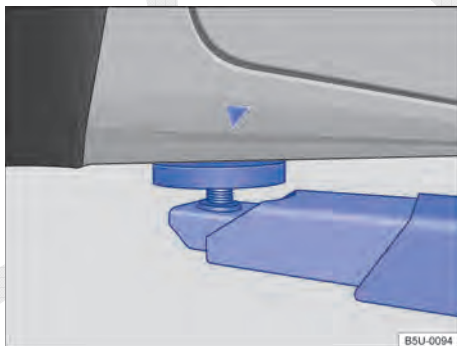
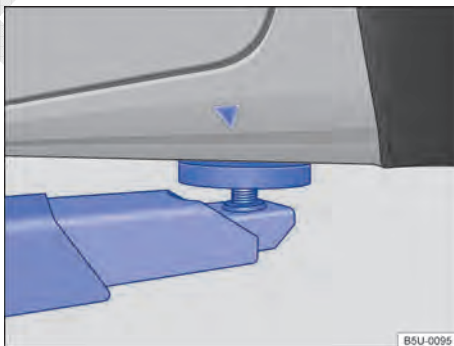

Fig. 145 Pontos de apoio dianteiros para a suspensão com plataforma elevatória ou com macaco.
Fig. 146 Pontos de apoio traseiros para a suspensão com plataforma elevatória ou com macaco.
O veículo deve ser suspenso somente pelos pontos indicados nas figuras ⇒ **Fig. 145** e ⇒ **Fig. 146**. Se o veículo não for suspenso pelos pontos indicados, podem ocorrer danos no veículo ⇒ ⚠️ e ferimentos graves ⇒ ⚠️.
- Suspender o veículo somente pelos pontos indicados nas figuras ⇒ Fig. 145 e ⇒ Fig. 146. Se o veículo não for suspenso pelos pontos indicados, o veículo poderá cair da plataforma elevatória quando, por exemplo, o motor ou a suspensão for desmontado.